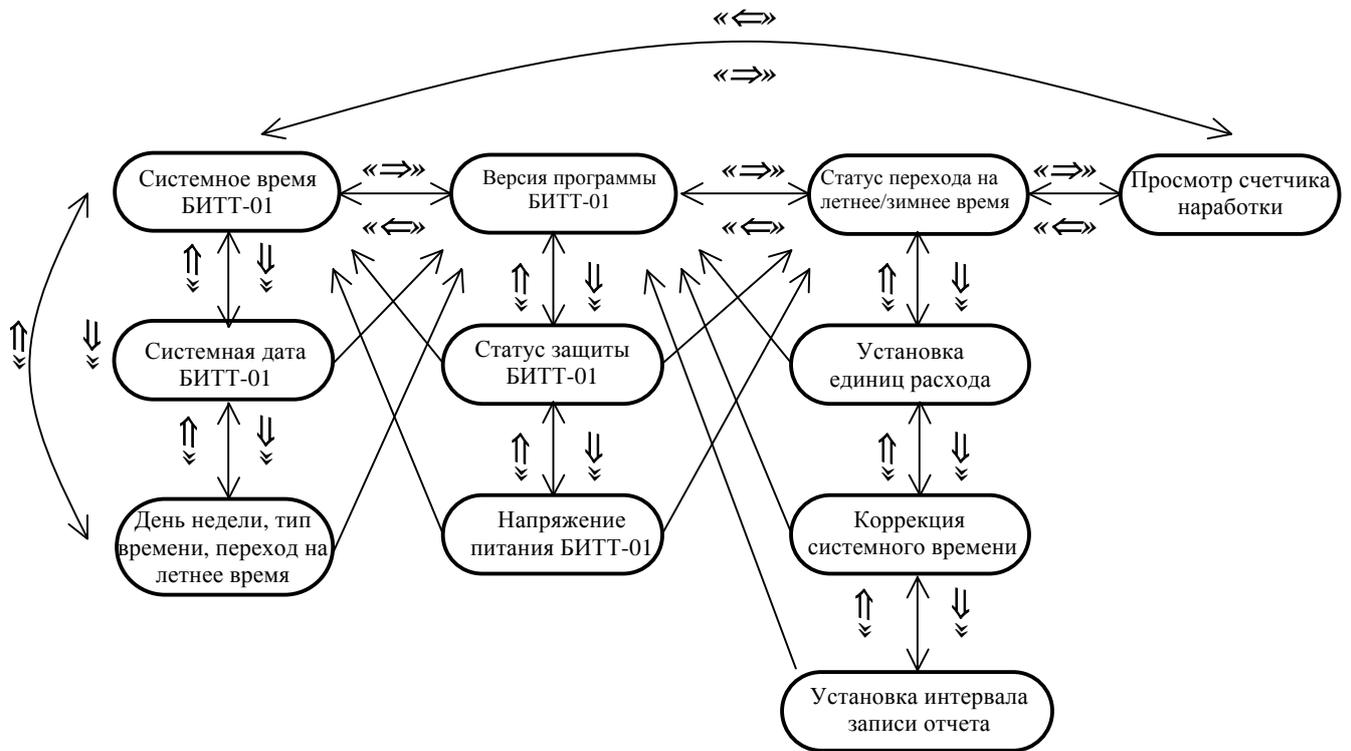

Рис. 17. Инженерное меню БИТТ-01
1.5.1.12. Переход в инженерное меню осуществляется из меню объёма и расхода нажатием клавиши «**FI**». Пункты инженерного меню и переходы между ними отражены на рис. 17. Переходы осуществляются с помощью клавиш вверх («↑»), вниз («↓»), вправо («⇒») и влево («⇐»).